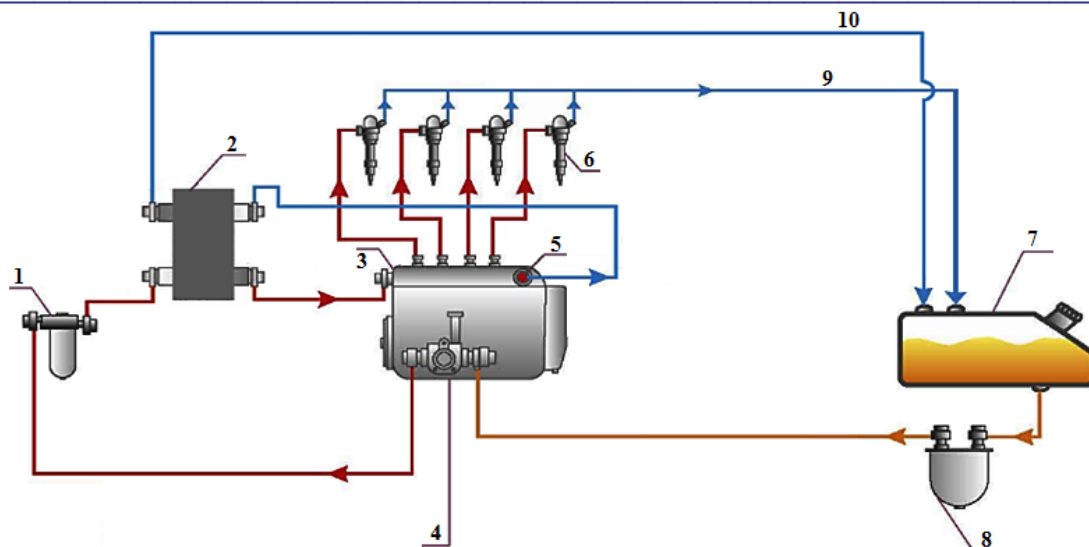

Рис.11. Установка подающей камеры на давление
1) Установка подающей камеры производится в топливную магистраль после ТННД **(на давление)** (см. рисунок 11).